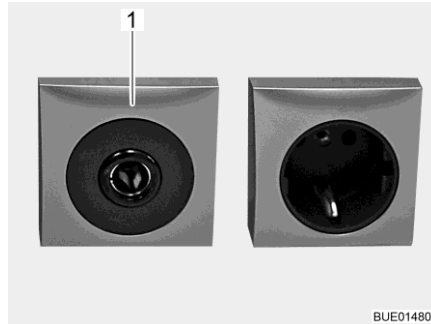

Bild 117 Steckdose 12 V/10 A
- ▷ An die Steckdosen (Bild 117,1) des 12-V-Bordnetzes nur Geräte mit maximal 10 A anschließen.